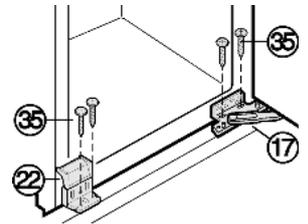

Fig. 33
- ▶ Fissare l'apparecchio in basso: Avvitare l'apparecchio mediante il blocco di supporto Fig. 33 (17) con viti Fig. 33 (35).
- ▶ Fissare l'angolo a cerniera Fig. 33 (22) con viti Fig. 33 (35) al fondo del mobile.
- ▶ Chiudere il coperchietto dell'angolo a cerniera Fig. 33 (22).